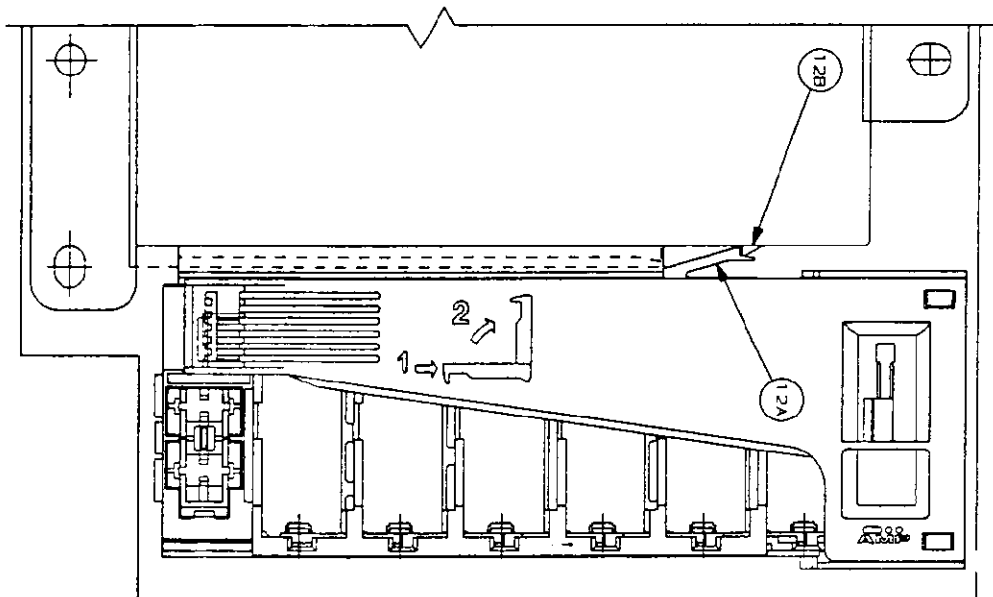
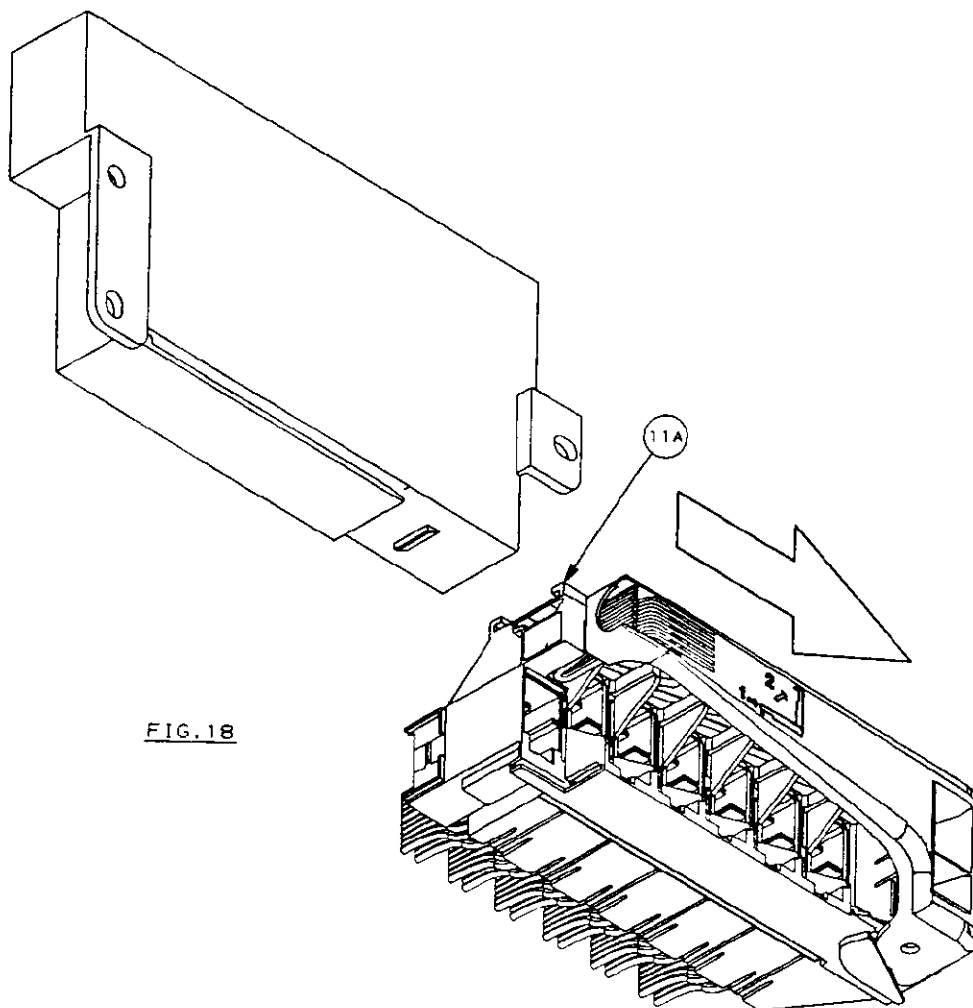

FIG. 12
FIG. 18
1) With a screwdriver or similar tool bend the locking lance **12A** up to the release from the box latch **12B** (see **Fig. 12**) then slide the frame in the groove and remove it (see **Fig.18**).
1) Agire con un cacciavite o attrezzo simile sulla lancetta di aggancio **12A** fino al suo completo disimpegno dal dente di arresto **12B** (**vedi Fig.12**); quindi far scorrere il frame sulla scanalatura ed estrarlo (**vedi Fig.18**).